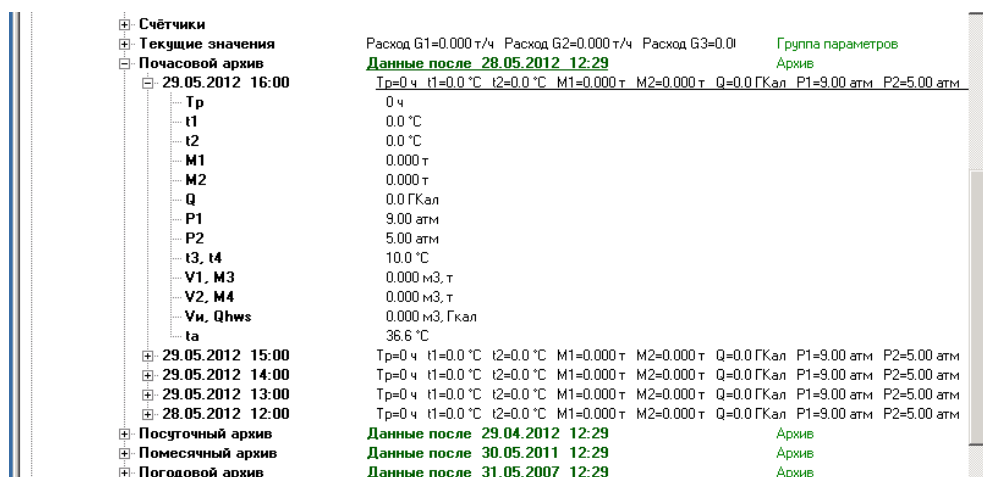

Рис. 5.30
- архивные – параметры, **чтение** которых происходит из архива прибора: каждому значению соответствует дата и время. Параметры расположены в пунктах с соответствующими им датой и временем. Пункты с датами и временами сгруппированы по типу (временному интервалу) архива. В колонке «Информация» пункт типа архива обозначается «Архив». В колонке «Значения» выводится строка, обозначающая с какого момента по текущее время выполнена выборка из архива прибора (рис. 5.30).